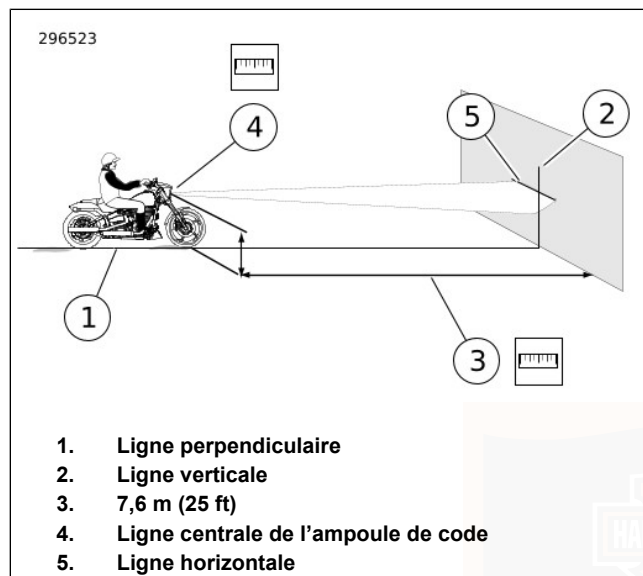

Figure 72. Alignement du phare à DÉL
1. Voir Figure 72. Garer la moto selon une ligne perpendiculaire (1) au mur.